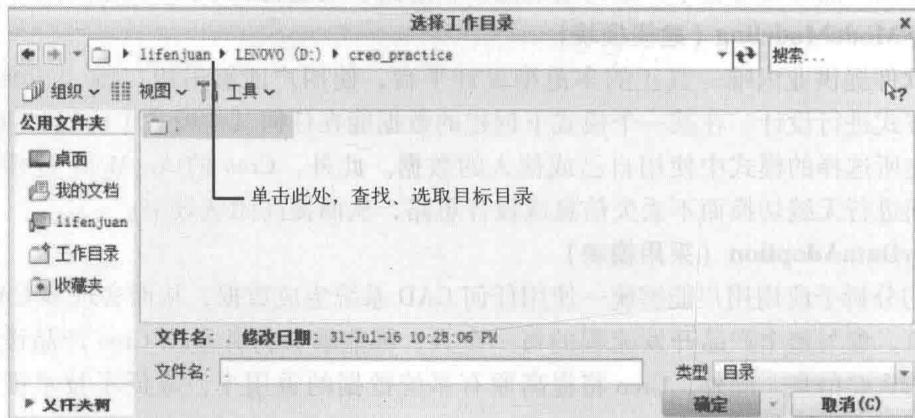

图 1-2-1 “选择工作目录”对话框
① 单击“选择工作目录”按钮，或者选择【文件】下拉菜单→【管理会话】→【选择工作目录】命令。
② 系统弹出“选择工作目录”对话框，如图 1-2-1 所示，选择 D 盘，在 D 盘中新建文